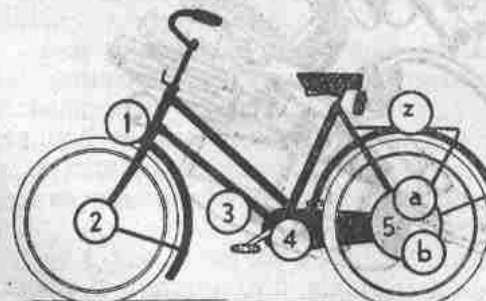

Fig. 367.—Colocaciones del motor en las ciclomotos.
**Montajes.**—La transmisión de fuerza a la bicicleta se efectúa por diversos procedimientos y depende, también, del sitio que se elija para colocar el motorcito. Los más empleados son los siguientes (fig. 367):
**El V.A.P.**—Como ejemplo de montaje 5-5 (fig. 367) se cita este popular micromotor francés de 48 cc. Su minúsculo tamaño (1) puede apreciarse en
(1) El interior del cilindro es tan pequeño que los ingleses llaman a los micromotores «hueveritas» (copa para comer un huevo pasado por agua).